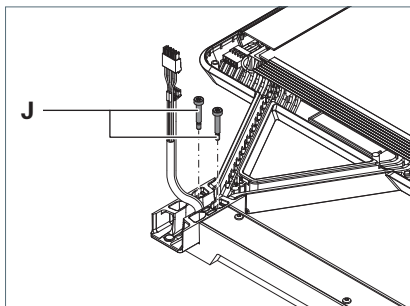

Fig. 13: Fissare la testa dell'apparecchio 1.
2. Serrare le due viti di regolazione **J** fino a quando le teste delle viti sono a filo dell'adattatore, vedere Fig. 13.